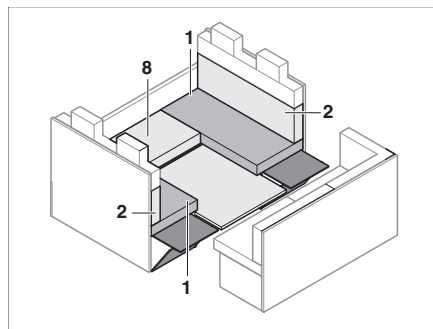

Bild 155 Während des Umbaus
- Sitzpolster (Bild 155,8) und den Unterbau entfernen.